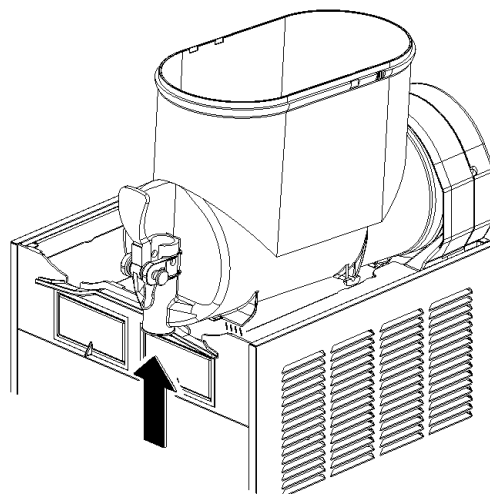
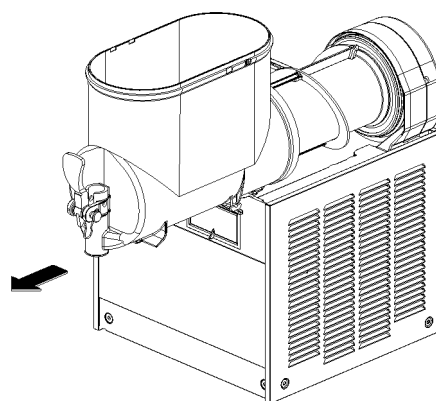

figura 7
figura 8
- 2** Smontare il contenitore spingendone leggermente la parte inferiore (lato rubinetto) verso l'alto per liberarne gli agganci inferiori (vedere figura 7) e sfilandolo successivamente dal davanti (vedere figura 8).